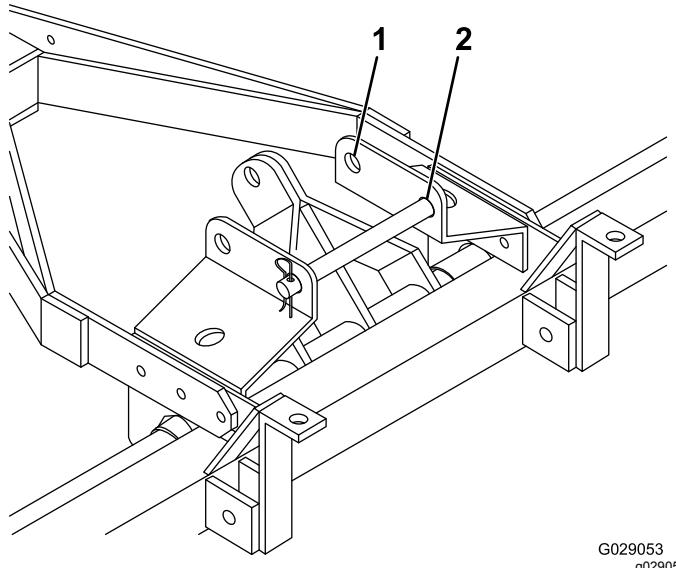

Figura 10
1. Mueva el pasador de bloqueo a la posición trasera (aireación) (Figura 10).
6. Para transportar el Modelo 44856, coloque el pasador de bloqueo en el taladro delantero (Figura 10).